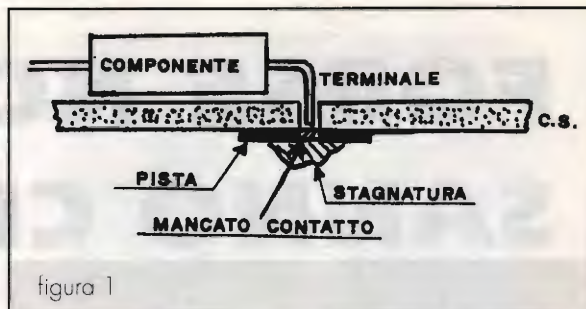

figura 1
stampato. Quando invece si agisce su stampato, le attenzioni debbono essere molteplici: una eccessiva fusione di stagno può colare fra due piste, creando così un cortocircuito. Il terminale di un componente non deve mai essere tranciato prima della saldatura, perché è facile incorrere nell'errore riportato nella figura 1, in cui si vede lo stagno che pur aderendo alla pista non riesce a saldare il terminale; per accertarsi, effettuare, con una pinza, una leggera trazione sui terminali del componente in questione.
1) Il disegno di figura 1 è errato. Qui di seguito riportiamo il disegno corretto: